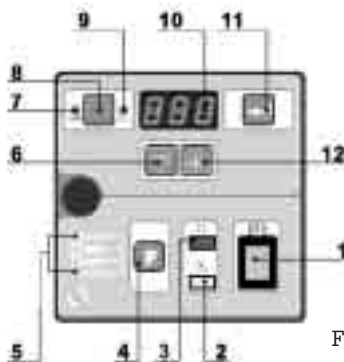

Fig. 23
9.4 - COMANDI POMPA PB-CC (Fig.23)
9.6 - IMPOSTAZIONE PARAMETRI (Fig. 23)